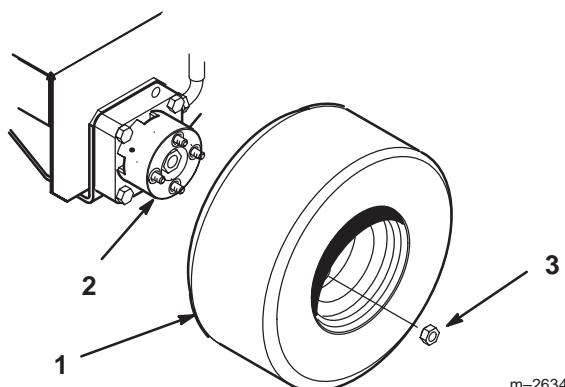

Figure 2
- Fixez les roues aux moyeux à moteur avec 8 écrous (Fig. 2). Serrez les boulons à 75 Nm.